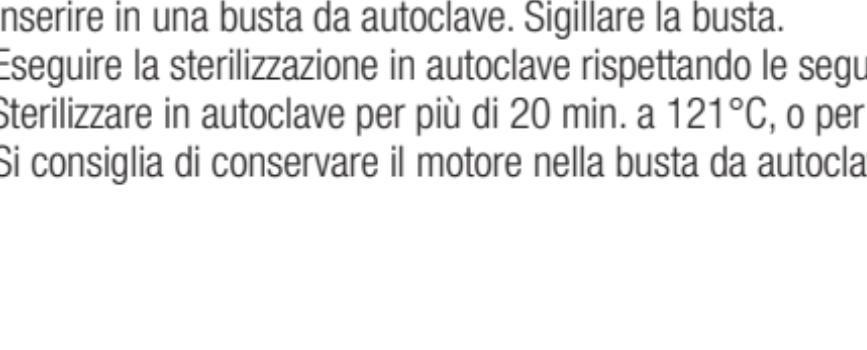

Fig. 7
- 3) Inserire il beccuccio spray nell'ingresso dell'alimentazione dell'aria primaria. Tenere il manopolo e nebulizzare per circa 2-3 secondi. Erogare il lubrificante per almeno 2 secondi fino a quando non fuoriesce dalla parte di scarico dell'aria. (Fig. 7)
- 2) Applicare 1-2 gocce di olio lubrificante sull'ingresso dell'alimentazione dell'aria primaria raffigurato in Fig. 7.